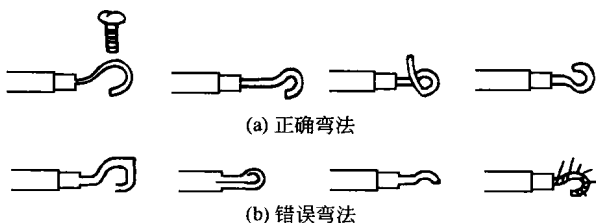

图 1-4 用尖嘴钳弯导线端头
② 带有刃口的尖嘴钳能剪断细小金属丝。
③ 在安装控制线路板时，弯制单股芯线的压接圈的操作方法如图 1-4 所示。